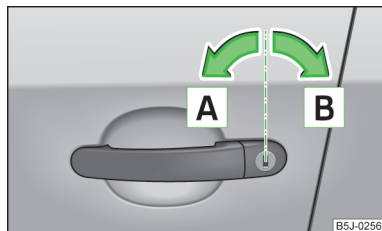

Fig. 14
- Rotiți cheia în butucul portierei șoferului, în sensul de deplasare (poziție de descuiere)  » fig. 14.
- Rotiți cheia în încuietoarea portierei șoferului în sens contrar sensului de deplasare (poziție de încuiere)  » fig. 14 la pagina 34.